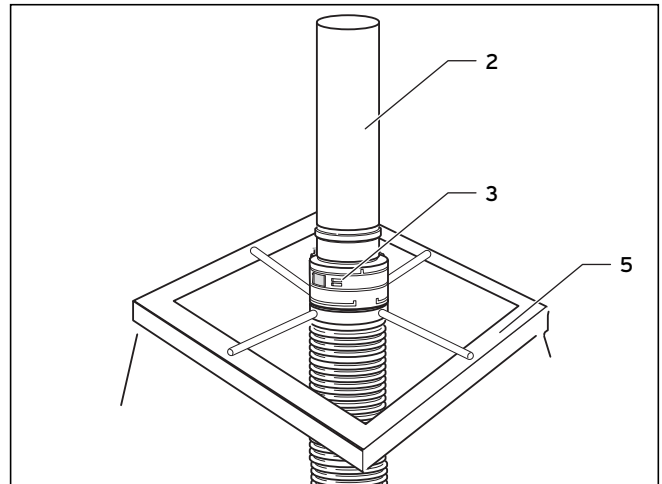

Рис. 6.61 Монтаж трубы устья
- Зацепите зажимный крюк (15) на монтажном кресте.
- Установите зажимный крюк на соединительной детали (16).
- Загерметизируйте край шахты (5, рис. 6.61) силиконом.